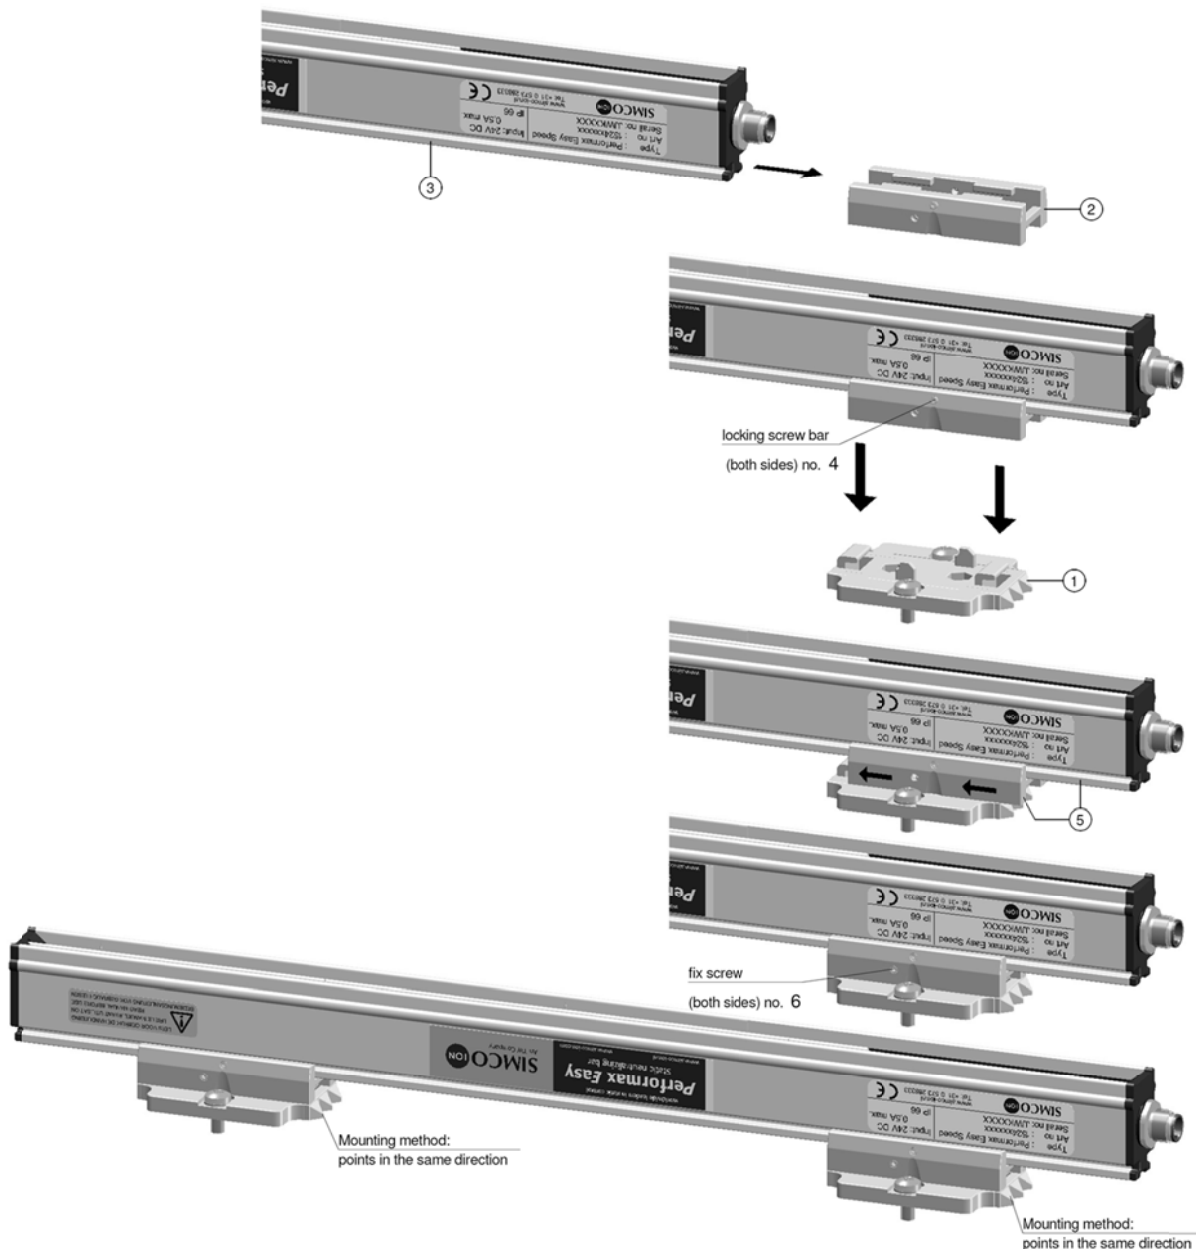

Abbildung 5: Montage Performax Easy und Performax Easy Speed
- Schließen Sie die Kabel wie in Abbildung 5 dargestellt an.